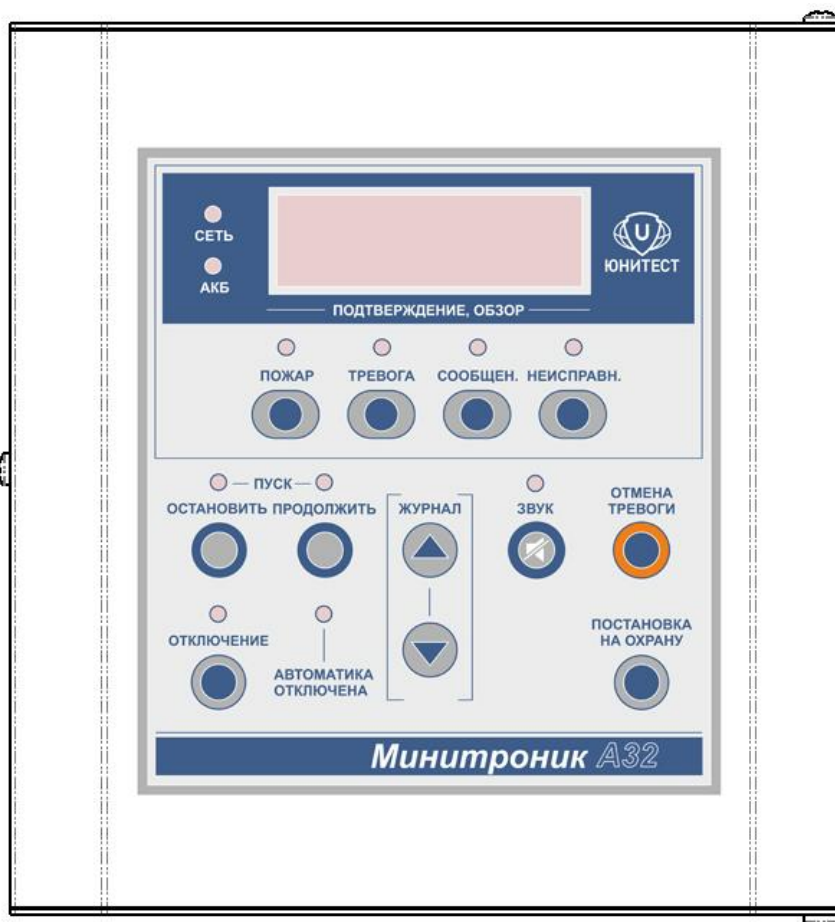

Рис.1. Органы управления и индикации АПКП «Минитроник А32».
1.11. Органы управления и индикации АПКП показаны на рис.1.